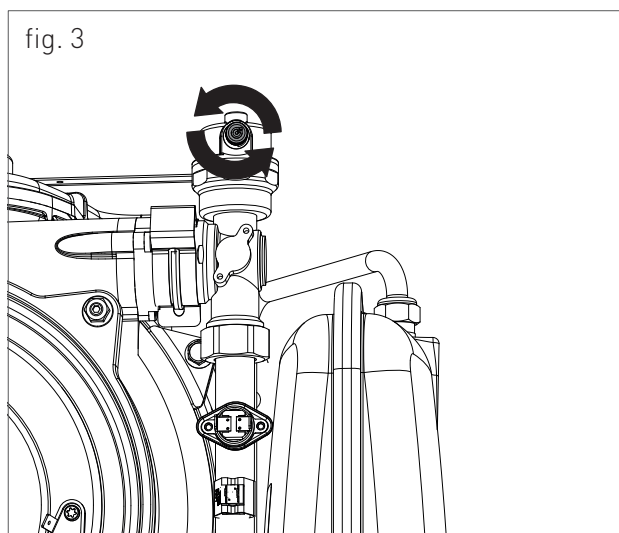

fig. 3
Per il posizionamento, operare come segue (vedi fig. 3):
2. allentare leggermente il tappo della valvola jolly posizionata in alto al blocco a condensazione (fig. 3) per permettere all'aria di fuoriuscire dal punto più alto dell'impianto;
7. aprire le valvole di sfogo aria dei radiatori e controllare il processo di eliminazione di aria. **ALLA FUORIUSCITA DI ACQUA CHIUDERE LE VALVOLE DI SFOGO ARIA DEI RADIATORI E LA VALVOLA JOLLY POSIZIONATA IN ALTO AL BLOCCO A CONDENSAZIONE (FIG. 3).**